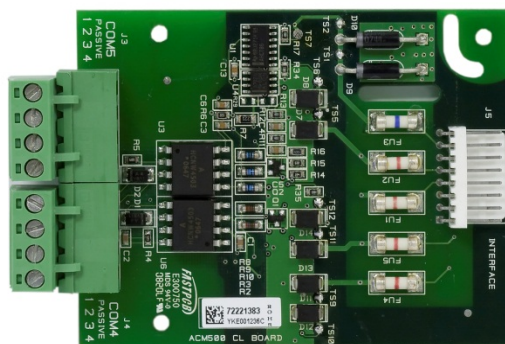
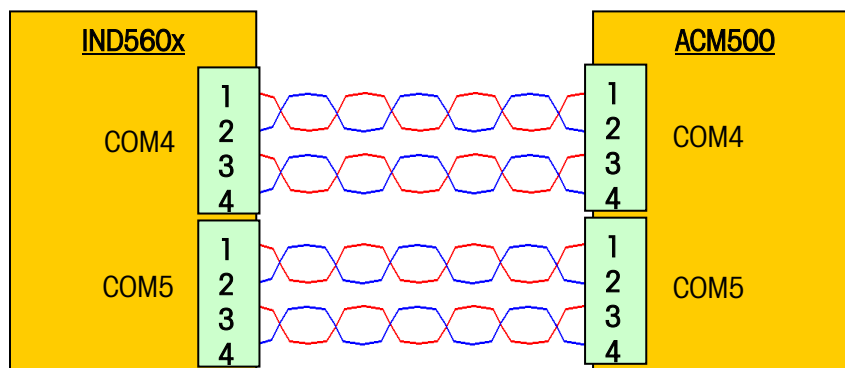

Figura 3-11: Placa de Interface de Circuito de Corrente
Figura 3-12: Fiação de Interface Serial de Segurança Intrínseca
4. Siga as conexões de fiação mostradas na Figura 3-12 e na Tabela 3-3. Consulte a Figura 3-11 para ajudar a identificar as posições terminais. Mantenha a fiação interna o mais curta possível.
6. Siga as conexões de fiação mostradas na Figura 3-12 e na Tabela 3-3. Consulte a Figura 3-11 para ajudar a identificar as posições terminais. Mantenha a fiação interna o mais curta possível.